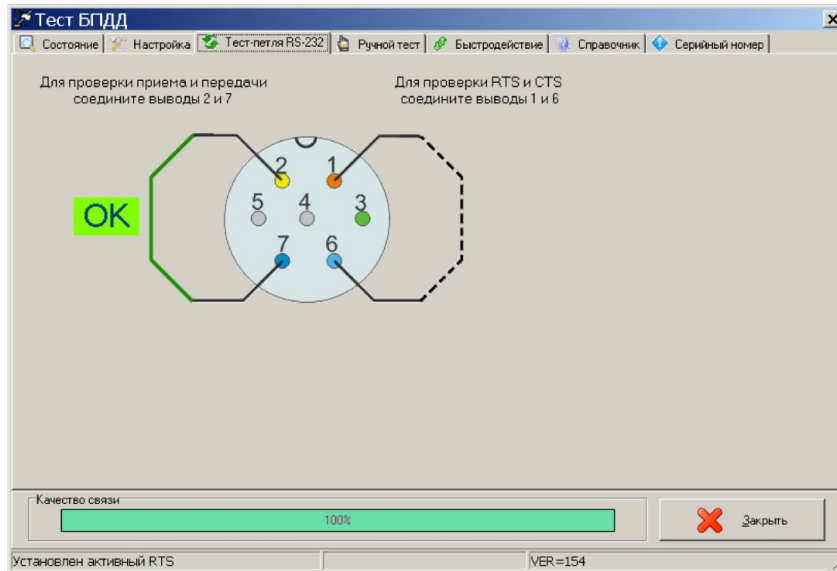

Рисунок 21
- 4) Соединить контакты 1 и 2 разъема XS1. Проверить появление сообщения «ОК» (рисунок 21). Светодиод «RS-232» должен периодически мигать.